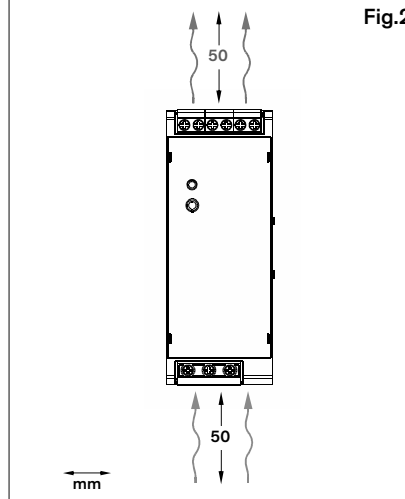

Fig.2
- Assurer un refroidissement suffisant. Fig.2
L'appareil peut être monté sur des rails DIN de 35 mm, conformes aux spécifications de la norme DIN EN 50022. Respecter les exigences en matière d'espace de ventilation au-dessus et en dessous de l'appareil. Fig.2